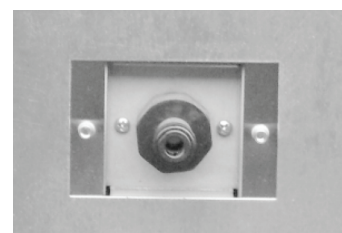

Рисунок 8
2. Резьбовое соединение 3/4" для подключения к водопроводной системе (см.рис.8).